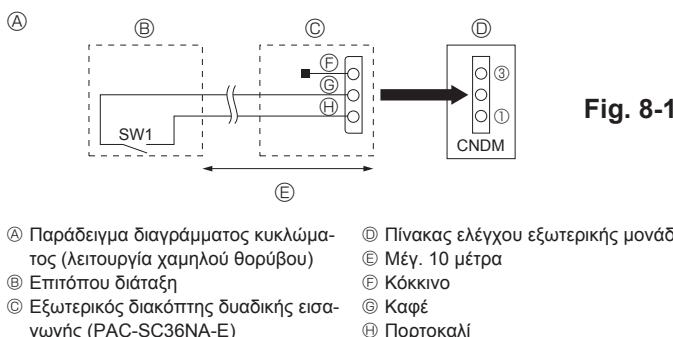

Fig. 8-1
8.1. Λειτουργία χαμηλού θορύβου (επιπτόπου τροποίηση) (Fig. 8-1)